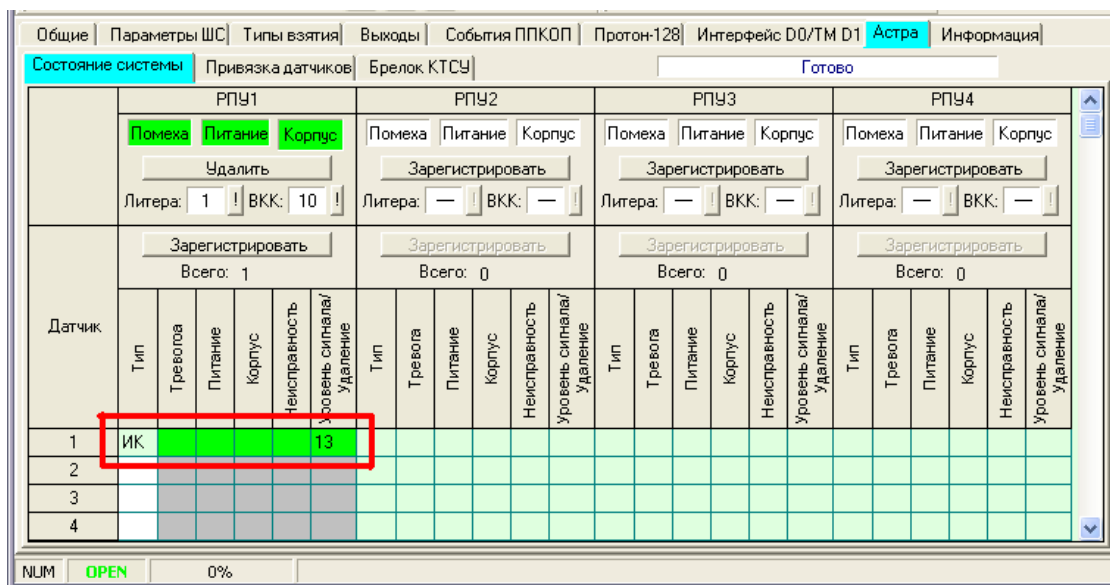

Рисунок 3.14
6) Зарегистрированный датчик появится в списке (рис. 3.14).
- при использовании брелка **Астра КТСУ** для функции тревожной кнопки, необходимо произвести его сопоставление с требуемым номером ШС (рис.3.14 столбец «ШС»);
охраны, необходимо произвести его сопоставление с требуемым номером пользователя (рис.3.14 столбец «**Пользователь**»);